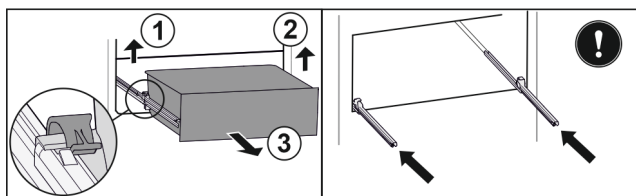

Fig. 48
- ▶ Løft den venstre klemme, og træk samtidigt skuffen i venstre side fremad. Fig. 48 (1)
- ▶ Løft den højre klemme, og træk samtidigt skuffen i højre side fremad. Fig. 48 (2)
- ▶ Tag skuffen ud fremefter. Fig. 48 (3)